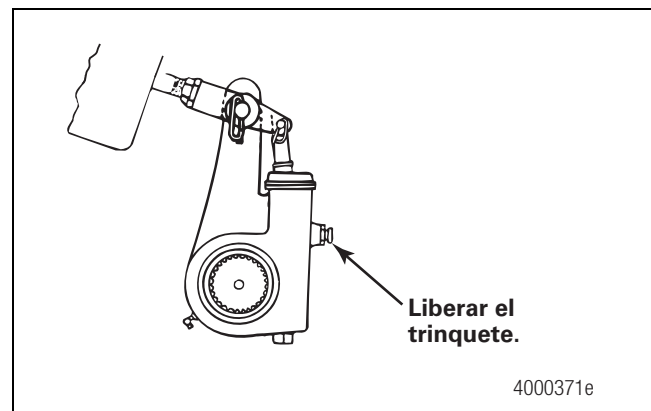

Figura 6.1
2. Use una llave de tuercas para girar la tuerca de ajuste A LA IZQUIERDA hasta que las zapatas de los frenos hagan contacto con el tambor. Figura 6.1. Luego, afloje la tuerca de ajuste, girándola 1/2 vuelta en dirección opuesta para frenos de tambor o 3/4 de vuelta para frenos de disco.